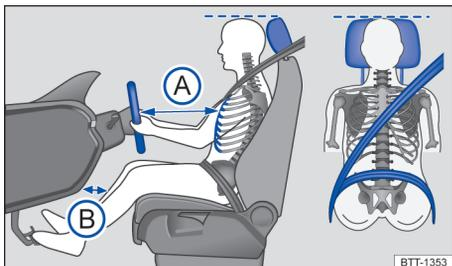

图 17 示意图：驾驶员与方向盘之间的安全距离，安全带及头枕的正确调整位置
- 调整头枕，使头枕上缘与头顶等高，但勿低于眼睛，脑后应尽可能贴近头枕 → 图 17。
- 调整方向盘，使胸部与方向盘之间至少保持 25cm 的距离 (A)，同时稍弯肘双手即可握住方向盘轮缘 → 第 52 页。
- 调节驾驶员座椅的前后位置，使驾驶员稍弯膝即可将踏板完全踩到底，且仪表板至膝部区域的距离至少达 10cm (B)。